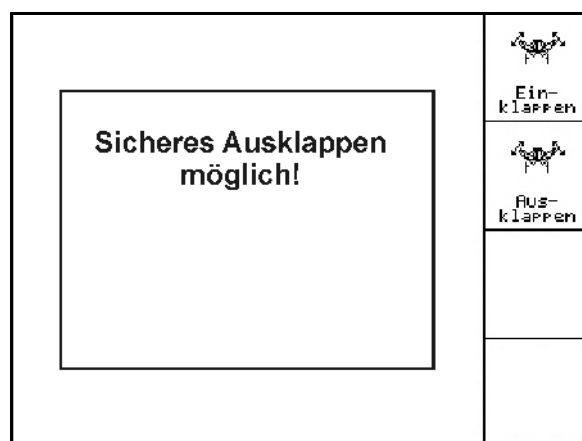

Рис. 65
- Индикация на дисплее: Надёжное раскладывание возможно (Рис. 65)